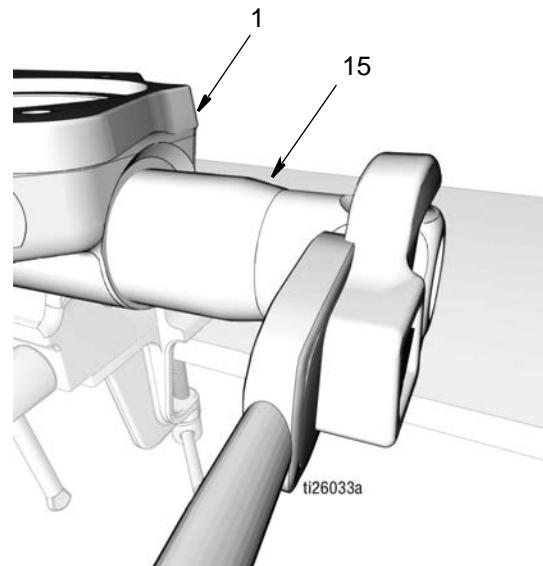

图 43
- c. 将出口止回阀 (15) 拧入泵底座 (1) (图 43)。拧紧。用 50-55 磅英尺 (67.8-74.5 N·m) 的扭力拧紧。